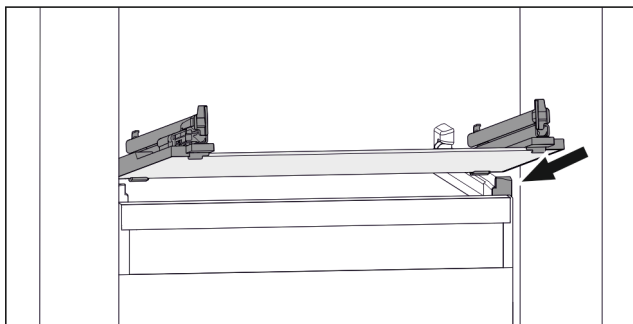

Fig. 79 Примерное отображение стеклянной пластины
- ▶ Наклоняя вниз, установите стеклянную пластину за стопоры. (см. Fig. 79)